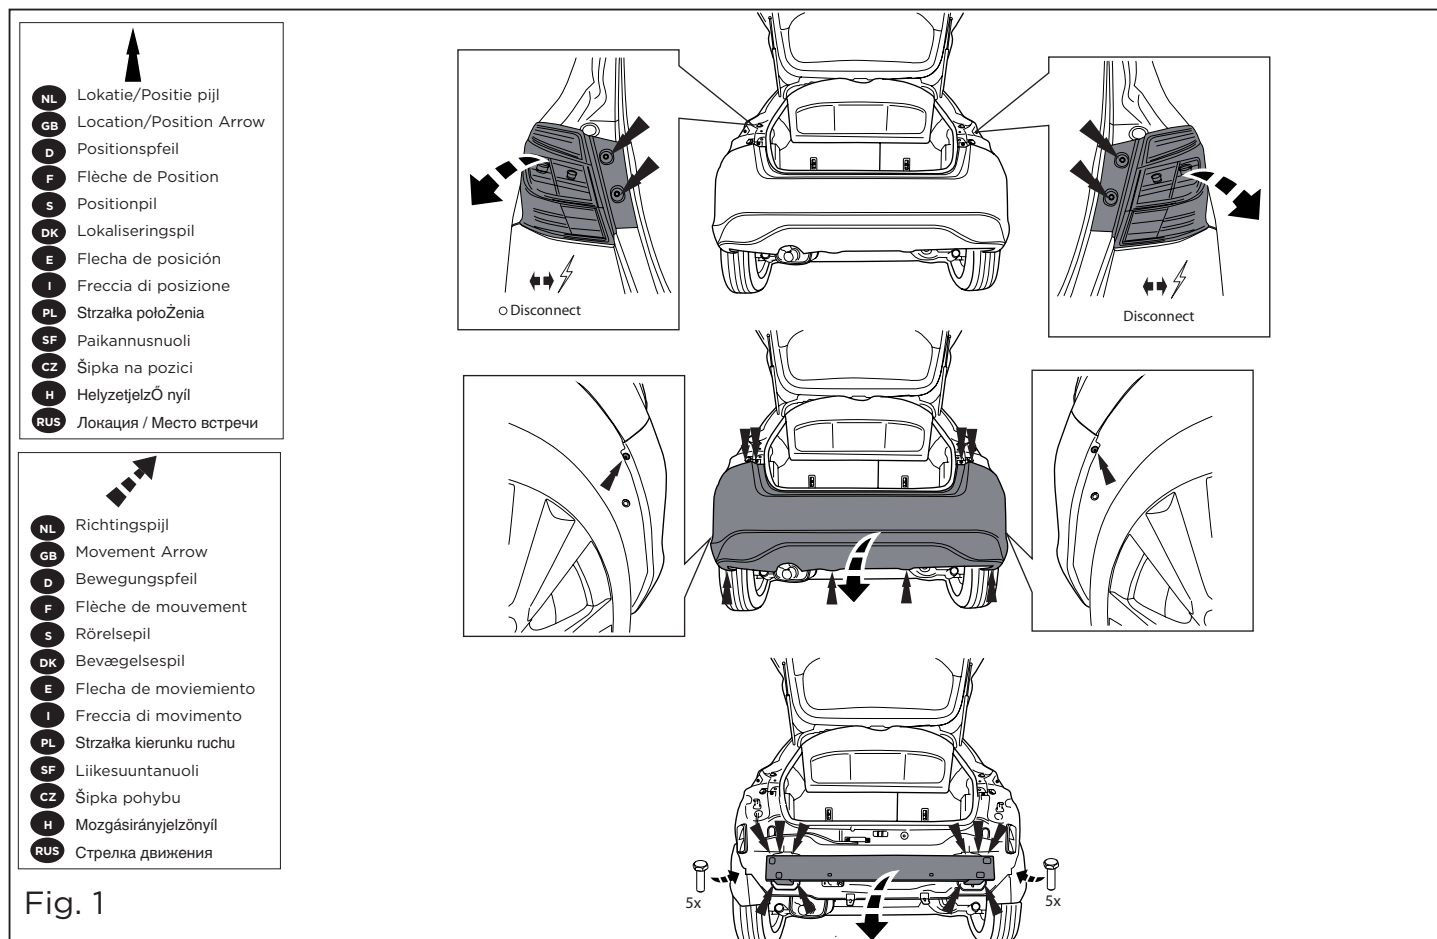

Fig. 1
1. Remove the rear-light units. Remove the bumper and the steel buffer beam from the vehicle. The buffer beam will no longer be needed. Replace the bolts. See figure 1.
1. Die Rücklichter abmontieren. Die Stoßstange einschließlich des stählernen Stoßbalkens vom Fahrzeug abmontieren. Der Stoßbalken wird nicht mehr benötigt. Die Schrauben wieder anbringen. Siehe Abbildung 1.
1. Снять оба блока задних фар. Снять бампер вместе со стальным бугферным брусом автомобиля. Бугферный брус больше не подается. Поставить болты на место. См. рисунок 1.
1. Демонтировать фары. Демонтировать паре-чocs du véhicule y compris la traverse en acier ; la traverse ne sera plus utilisée. Remettre les boulons de fixations en place. Voir la figure 1.